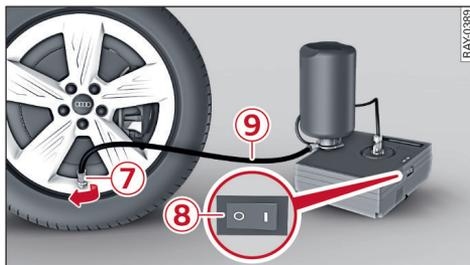

图 129 轮胎修理包接口
- ▶ 将插头 ③ 和压力软管 ④ 从外壳下边取下。
- ▶ 将压力软管 ④ 的一端顺时针方向向电动气泵的接口 ⑤ 中旋入到底1)。把另一端拧到密封胶罐 ① 的法兰 ⑥ 上。
- ▶ 把密封胶罐凸缘向下插入电动气泵的开槽 ②。
- ▶ 把充气软管 ⑨ 拧到气门 ⑦ ⇒ 图 129 上。
- ▶ 将电动充气泵上的开关 ⑧ ⇒ 图 129 置于位置 I。